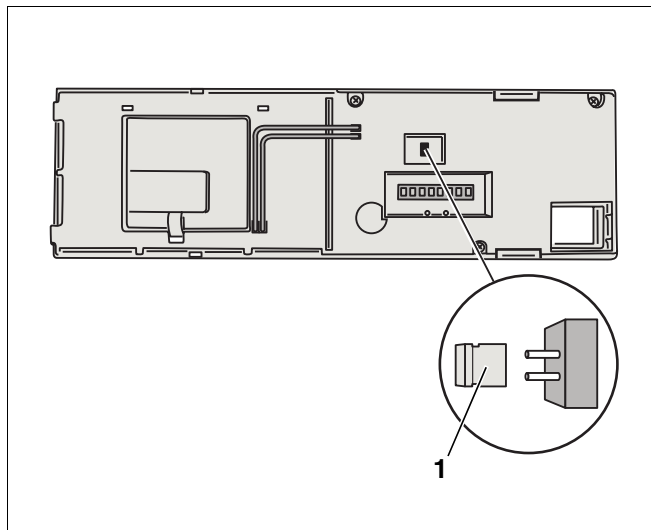

Abb. 4 Rückseite des Bedienmoduls BM 10
- Jumper (Abb. 4, **Pos. 1**) ggf. abziehen, wenn die Kesselleistung begrenzt werden soll.